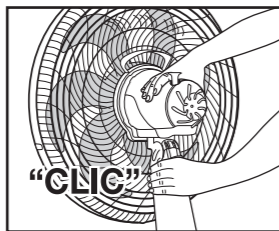

Figura 2
3. Encaixe o conjunto superior na coluna, de acordo com a figura 2 até ouvir o "CLIC" de fixação.